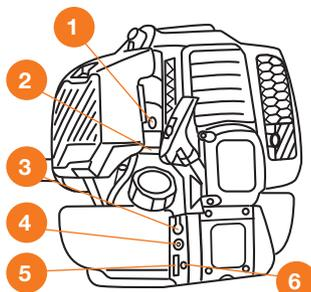

Рис. 13
- Перед первым использованием бензиновой косы произведите полную зарядку аккумуляторной батареи штатным зарядным устройством. Вставьте штекер зарядного устройства в гнездо **4** (Рис. 13) и подсоедините зарядное устройство к сети переменного тока 220-230 В. Индикатор на зарядном устройстве загорится красным светом, и начнется процесс зарядки. Для полной зарядки аккумулятора может потребоваться до 8 часов. После завершения зарядки индикатор на зарядном устройстве изменит свет с красного на зеленый. Отсоедините зарядное устройство от косы, а затем извлеките вилку зарядного устройства из розетки. Производите зарядку аккумуляторной батареи после каждого использования изделия.
- Запуск с помощью электростартера - установите косу на ровную поверхность нажмите кнопку стартера **3**, при этом загорится индикатор **6**, удерживайте кнопку **3** до запуска двигателя (Рис. 13). Не удерживайте её нажатой более 5 секунд, если двигатель не
- В случае отказа работы стартера проверьте и замените плавкий предохранитель **5** (Рис. 13).